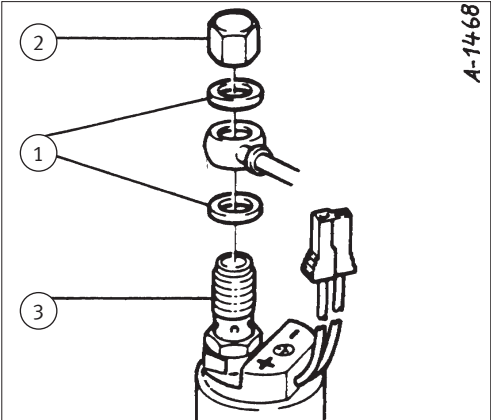
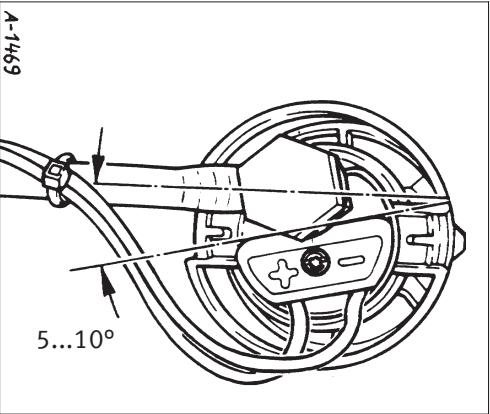
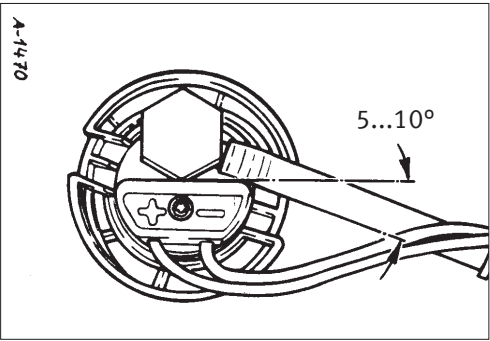

Abb. 3/ Fig. 3/ Puc. 3/图3
Abb. 4/ Fig. 4/ Puc. 4/图4
Abb. 5/ Fig. 5/ Puc. 5/图5
- Screw on the fuel line with new O-rings (1, fig. 3) and a new cap nut (2) and tighten according to fig. 4 (front wheel drive) or fig. 5 (four wheel drive). Tightening torque of the cap nut (2, fig. 3): 13 to 16 Nm. At the same time hold against the screw socket.
- Visser le conduit de carburant avec de nouveaux anneaux d'étanchéité (1, fig. 3) et un nouveau écrou borgne (2) et serrer selon la figure 4 (traction avant) ou figure 5 (traction quatre roues). Couple de serrage de l'écrou borgne (2, fig. 3) : 13 à 16 Nm. En même temps, tenir contre le raccord vissé.